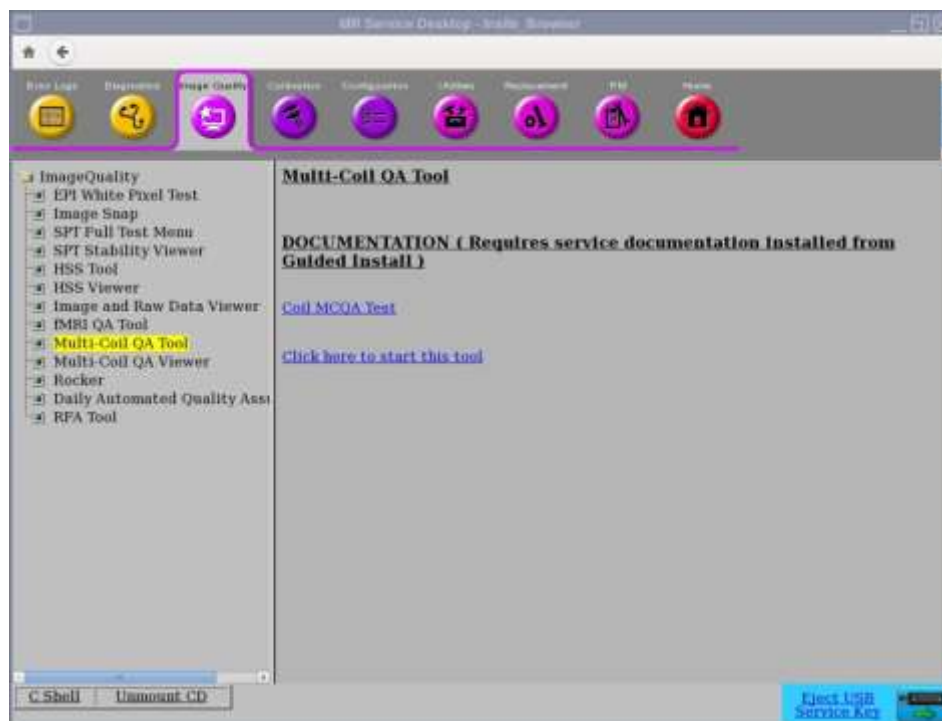

Figura 1
1. En Common Service Desktop (CSD) (Escritorio de servicios comunes), acceda a Service Browser (Navegador de servicios) y seleccione [Image Quality] (Calidad de imagen), “Multi-Coil QA Tool” (Herramienta de control de calidad de varias bobinas) y, por último, “Click here to start this tool” (Haga clic aquí para iniciar esta herramienta) como se muestra en la Figura 1.